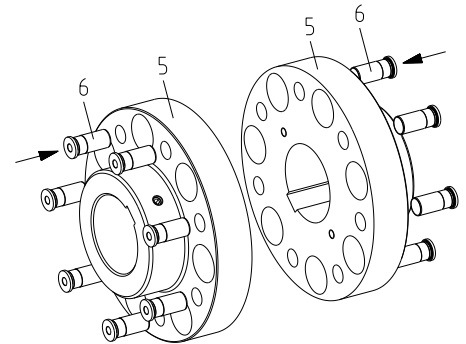

Bild 13
- Treiben Sie die Buchsen (Bauteil 6) mit Schlägen eines Schonhammers in die kleineren Bohrungen der Nabe (Bauteil 5) ein und/oder kühlen Sie die Buchsen vor der Montage im Kühlschrank oder mit Stickstoff ab (siehe Bild 13).